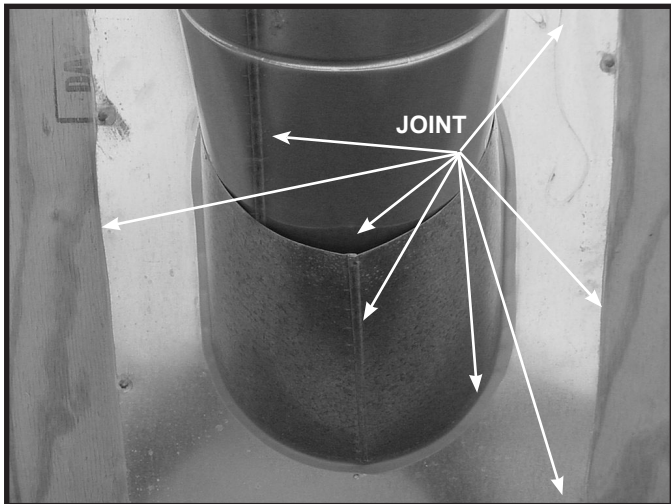

Figure 7.11
- Glissez le solin en tôle galvanisée sur le conduit qui sort du toit, comme il est indiqué à la figure 7.11.
- Scellez le périmètre du solin, là où il entre en contact avec la surface du toit. Voir la figure 7.11.